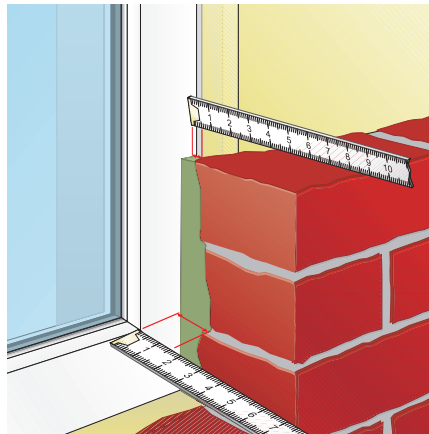

Bild 3: illbruck illmod max mit großem Einsatzbereich
- Nach Ermittlung der Fugenbreite die Banddimension entsprechend wählen (Bild 3/siehe Tabelle).